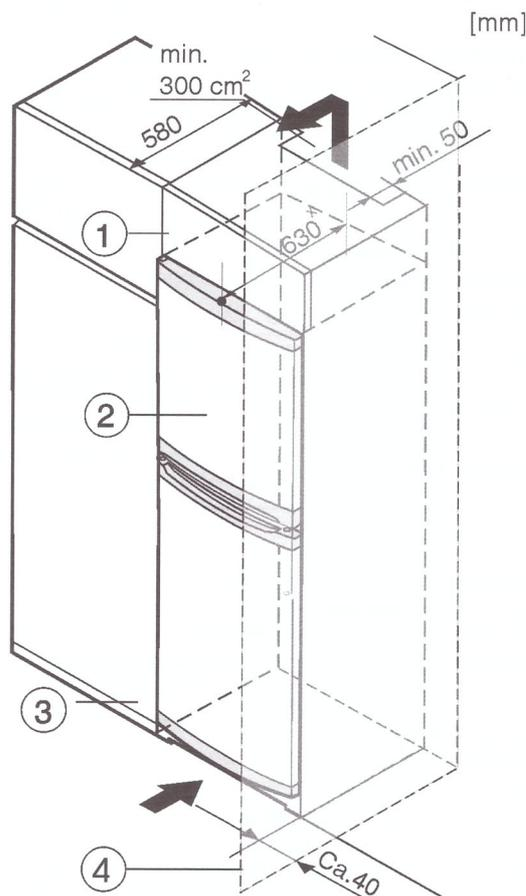

Fig. 8
- (1) Élément haut
- (2) Appareil
- (3) Placard de cuisine
- (4) Mur
L'appareil peut être réagencé avec des buffets de cuisine. Pour adapter l'appareil Fig. 8 (2) à la hauteur du coin cuisine, une rehausse Fig. 8 (1) peut être posée sur l'appareil.
Lors de la transformation avec des placards de cuisine (profondeur max. 580 mm), l'appareil peut être placé directement à côté du placard de cuisine Fig. 8 (3). L'appareil dépasse latéralement de 34 mm * et de 50 mm * au centre de l'appareil par rapport à la face avant du placard de cuisine.
Si l'appareil est installé avec les charnières à côté d'un mur Fig. 8 (4), la distance entre l'appareil et le mur doit être de 40 mm min. Ceci correspond à la saillie de la poignée lorsque la porte est ouverte.